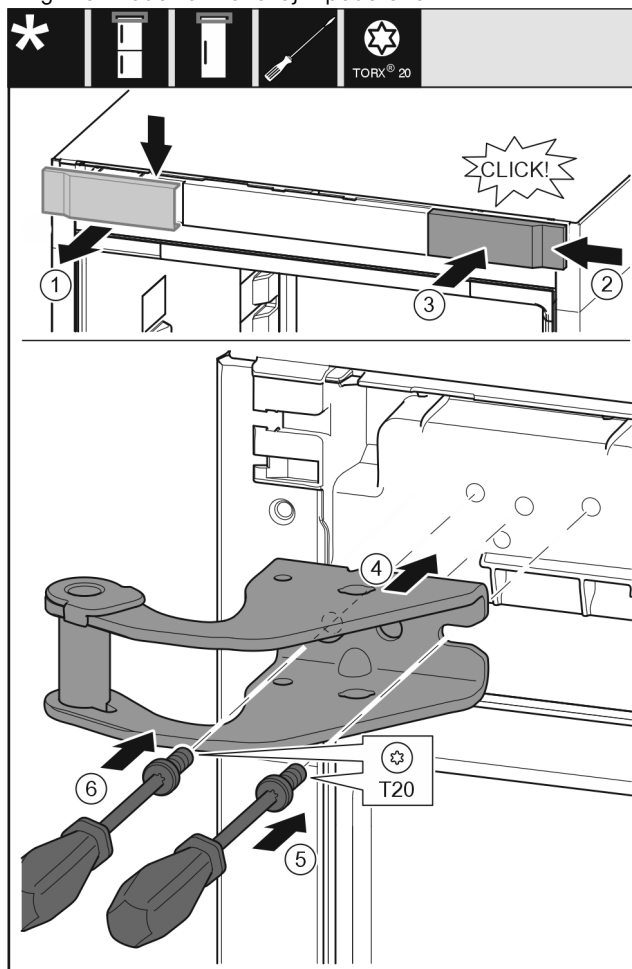

Fig. 9
- ▶ Pokrov snemite od zgoraj v smeri naprej. Fig. 9 (1)
- ▶ Pokrov, obrnjen za 180°, namestite na drugi strani z desne strani. Fig. 9 (2)
- ▶ Zatakните pokrov. Fig. 9 (3)
- ▶ Pristavite zgornji ležajni podstavek. Fig. 9 (4)
- ▶ Vijak vstavite z izvijačem T20 in ga zategnite. Fig. 9 (5)
- ▶ Vijak vstavite z izvijačem T20 in ga zategnite. Fig. 9 (6)